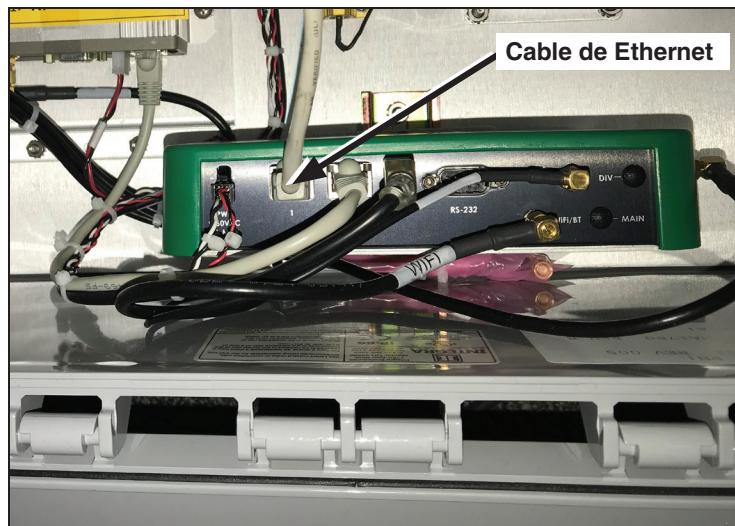

Figura 2. Conecte un cable Ethernet al módulo controlador del gateway.
- PASO 1.** Conecte un cable Ethernet CAT5 al puerto Ethernet de la PC. Conecte el otro extremo del cable Ethernet al puerto Ethernet 1 del módulo controlador del gateway verde situado dentro del gabinete del gateway de comunicaciones, ver la Figura 2.